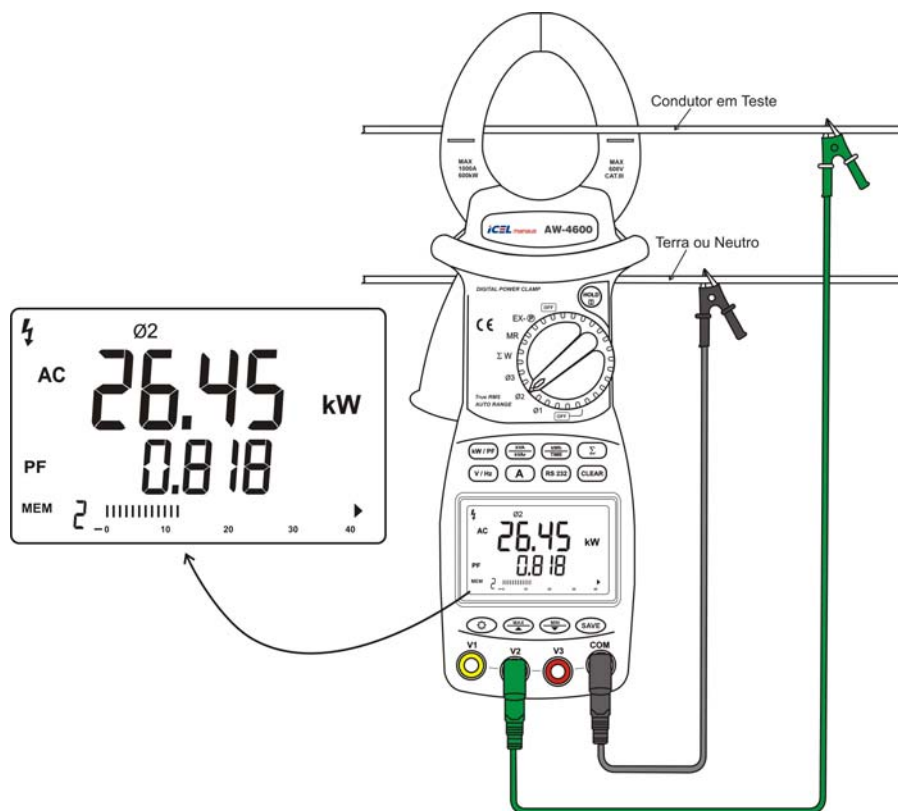

Figura 5.3.1
- b. Conecte a ponta de prova preta no borne de entrada marcado 'COM' e o outro de acordo com o item 4.3 da página 7.
**Potência Ativa / Fator de Potência:** Pressione o botão  $\left(\frac{KW}{PF}\right)$  e a Potência Ativa será mostrada no display principal e o Fator de Potência no display auxiliar como na **figura 5.3.1** da página anterior (se o Fator de Potência tiver sinal negativo significa que a carga é capacitiva).